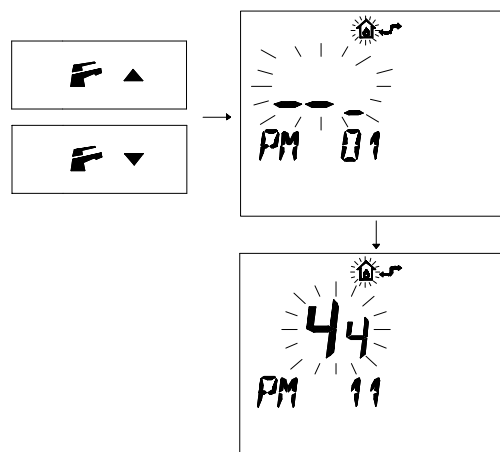

Figura 5.44
- Premere i pulsanti **F** **▼** o **F** **▲** per visualizzare la programmazione "**PM11**" della postcircolazione pompa (Figura 5.44).